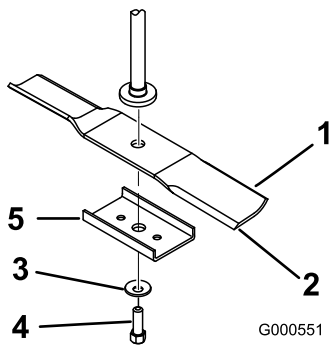
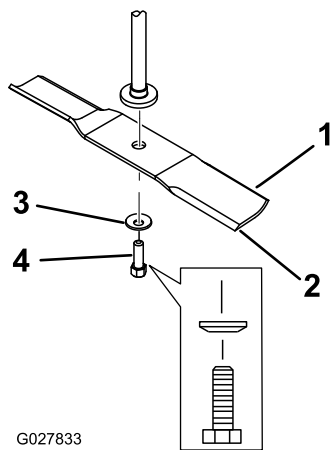

Figure 54
Figure 55
2. Enlevez de l'axe, le renfort de lame (tabliers de 81 cm [32 po] uniquement), le boulon de lame, la rondelle bombée et la lame (Figure 54 et Figure 55).
1. Placez la lame sur l'axe (Figure 55).
2. Montez le renfort (tabliers de 81 cm [32 po] seulement), la rondelle bombée (face concave vers la lame) et le boulon de lame (Figure 55).